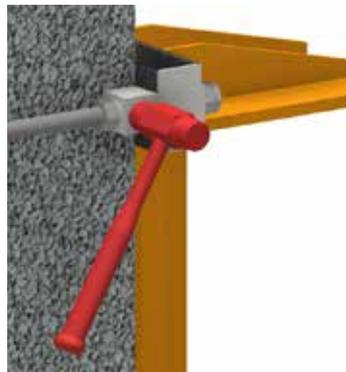

Abb.41
6. Mit einem Holzhammer dafür sorgen, dass die Fläche der Kontrastrahmen 6 perfekt an der Oberfläche des Pfeilers anliegt (Abb. 41).